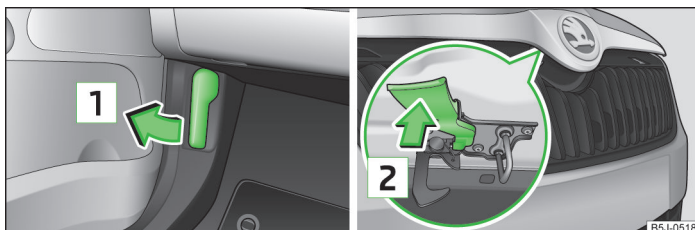

Fig. 123 Leva di sbloccaggio per cofano motore/griglia del radiatore: Leva di sbloccaggio
➤ Tirare la leva di sbloccaggio sotto la plancia **1** » fig. 123.
- Premere la leva di sbloccaggio in direzione della freccia **2** » fig. 123; il cofano motore si sbloccherà.